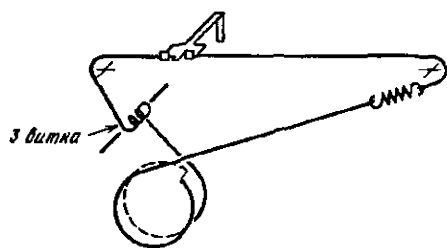

Рис. 3.14. Кинематическая схема верньерного устройства пюнера радиокomплекса «Ода-102-стерео»
**Тюнер.** На металлическом шасси тюнера крепятся: плата резисторов фиксированных настроек; шкала настройки с лампочками подсветки, верньерное устройство с резистором настройки (рис. 3.14), светодиоды индикатора точной настройки, светодиод индикации «Стерео»; светодиод индикации включения сети. Объединительная плата изготовлена из двустороннего фольгированного стеклотекстолита. На ней размещены индикатор точной настройки, переключатель фиксированных настроек, устройство электропитания, ограничитель напряжения АПЧ, функциональные блоки СД-А-7 и ФНЧ-1. Расположение ЭРЭ на печатных платах тюнера